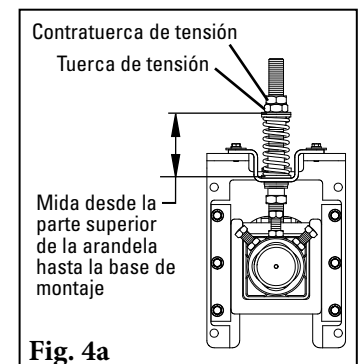

Fig. 4a
- 4a. **Tensor de resorte:** Afloje las contratueras de tensión inferiores en ambos lados. Gire las tuercas de tensión hasta que haya alcanzado la compresión correcta del resorte (Fig. 4a). La compresión del resorte es determinada por la longitud del resorte. Consulte la tabla a continuación para conocer la longitud correcta del resorte para su ancho de banda.
5. **Reensamble el tensor SAT2.** Retire los tres tornillos de la placa de soporte de bolsa de aire (Fig. 4a). Gire el accesorio roscado hacia la placa de soporte. Gire también parte del accesorio roscado en el orificio en el montaje del eje (Fig. 4b). Asegúrese de que todavía se vea 1/4" (6 mm) del accesorio roscado, luego gire la bolsa de aire en el accesorio roscado y apriete (Fig. 5).